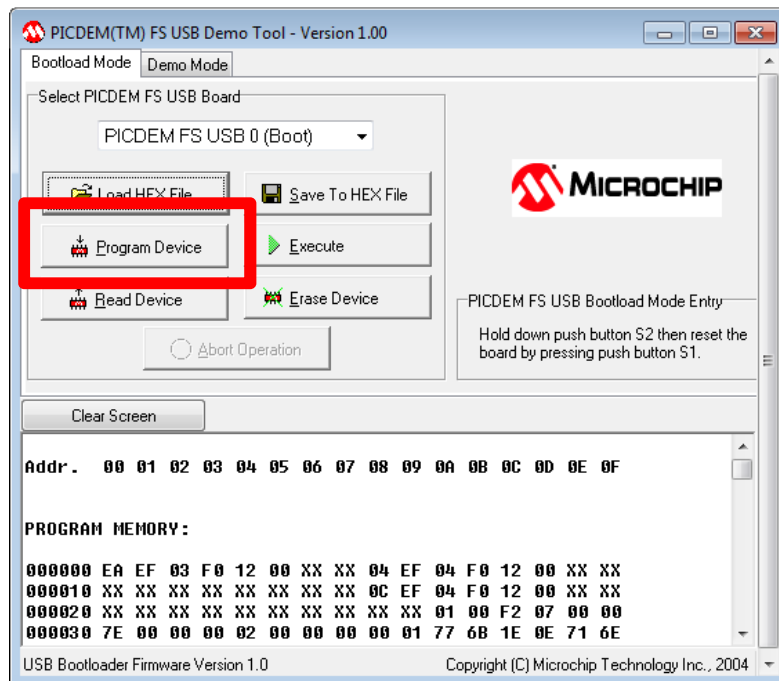

Figura 6 – Programando o código no PIC18F4550.
- **Passo 4** – Programar o código no PIC18F4550. Para isso é preciso clicar no botão “Program Device”, conforme a Figura 6.